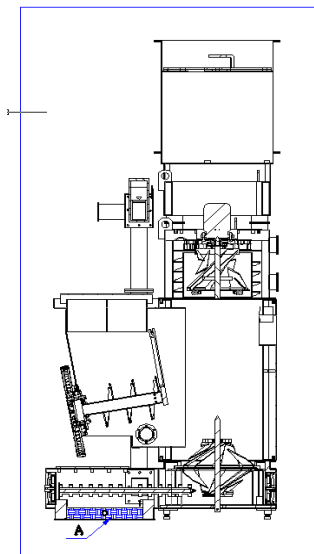

Рис.5
1. Перед началом утилизации необходимо накопить некоторый запас водорода, для чего сжечь в этой установке не менее 300кг бурого угля с высокой зольностью. Полученный зольный остаток в виде гидридов металлов и гидридов минералов, накопленный в нижней полости «А» камеры дожига, будет представлять собою аккумулятор водорода который при периодическом нагреве будут отдавать водород а при последующем остывании вновь накапливать водород. (рис.5)